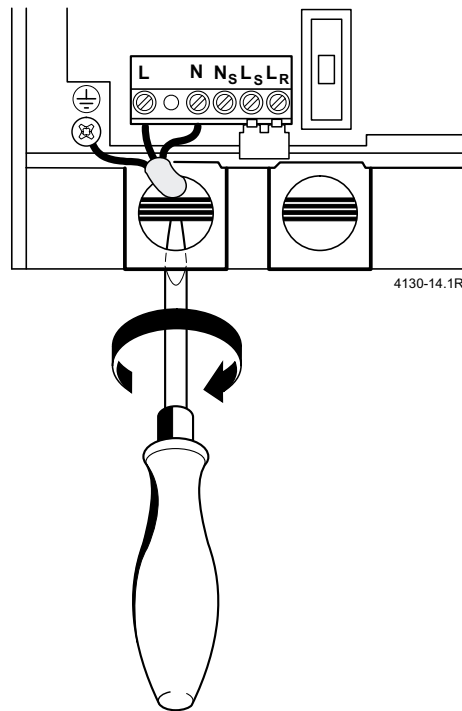

Fig. 24
- ▶ Passar o cabo pelo passador de cabos e ligá-lo Fig. 24. A ligação à terra deve ser efectuada em primeiro lugar.